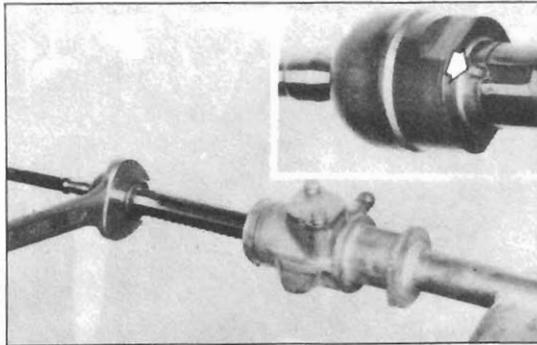

Fig.162 — A flecha indica o local previsto para a freiação da porca
- Freiar as porcas das rótulas da cremalheira no bocal previsto para o efeito (fig.162).